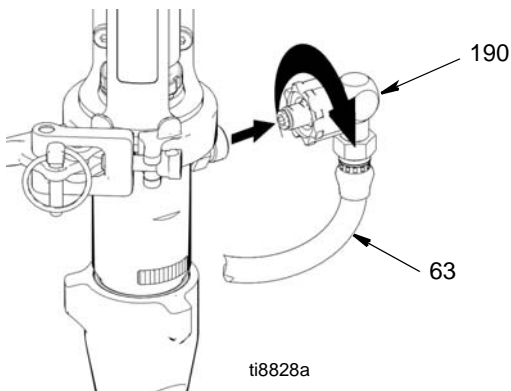

FIG. 14
4. (Fig. 14) Ta bort färgslangkopplingen (190) och färgslangen (63) från pumpkopplingen.